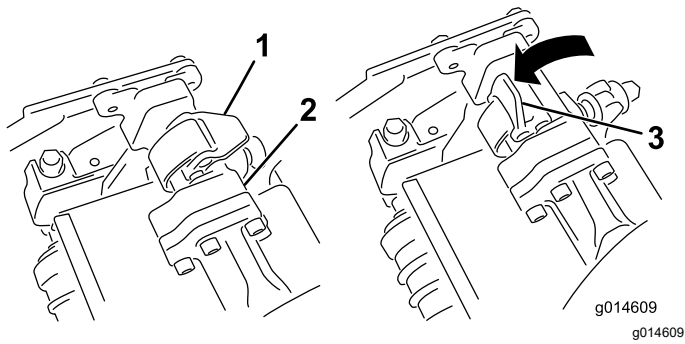
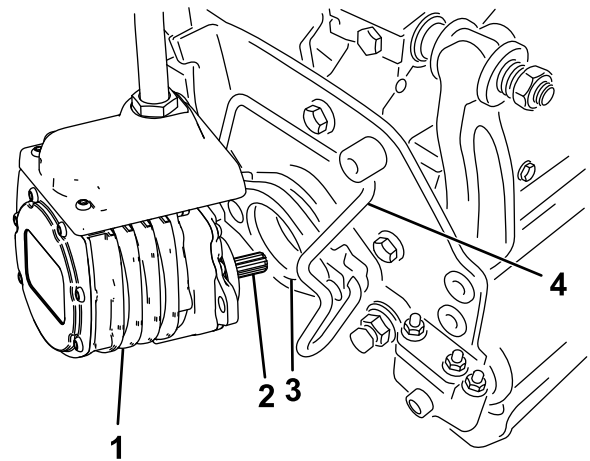

Figura 53
Figura 54
4. Con i fermi del braccio di sospensione rivolti verso l'alto (cioè aperti) (Figura 53), premete il braccio di sospensione verso il basso in modo che la barra si inserisca nella barra della parte superiore dell'apparato di taglio (Figura 54).
- 5. Chiudete i fermi spostandoli verso il basso e attorno alla barra dell'apparato di taglio, quindi bloccateli in posizione (**Figura 53**).
5. Aprite i fermi sulla barra del braccio di sospensione dell'apparato di taglio che state rimuovendo (Figura 53).